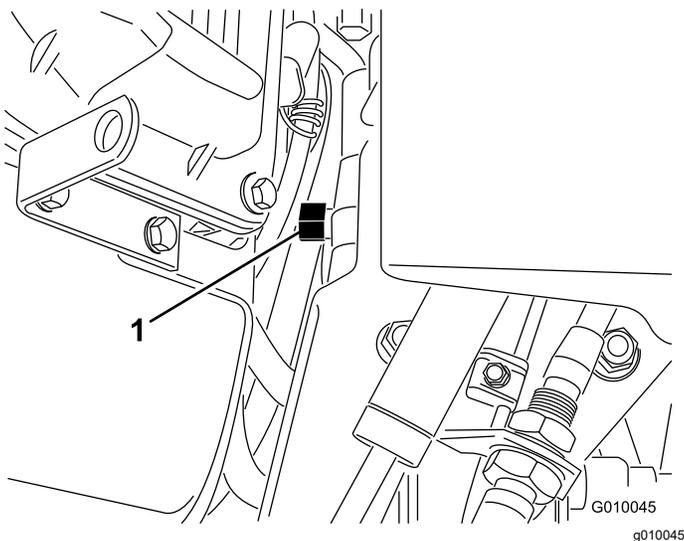

Bild 29
2. Suchen Sie das Sicherheitsventil zwischen dem Motor und der hydrostatischen Pumpe (Bild 29).
3. Drehen Sie das Sicherheitsventil mit einem $\frac{5}{8}$ "-Schlüssel um eine Umdrehung gegen den Uhrzeigersinn. Dadurch kann das Hydrauliköl die Pumpe umgehen und die Räder können sich frei drehen (Bild 29).
5. Um die Maschine wieder in Betrieb zu nehmen, drehen Sie das Sicherheitsventil um eine Umdrehung im Uhrzeigersinn (Bild 29).